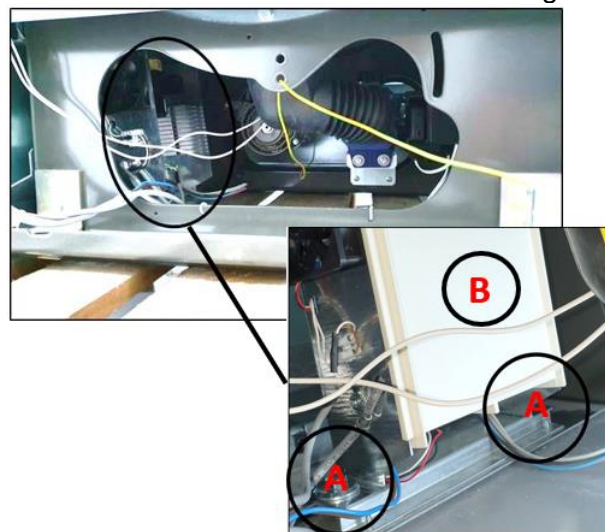

Fig. 2.2
4. Afloje los tornillos **A** (Fig. 2.2) que fijan la caja del variador a la máquina y retire la tapa de protección **B** (Fig. 2.2).